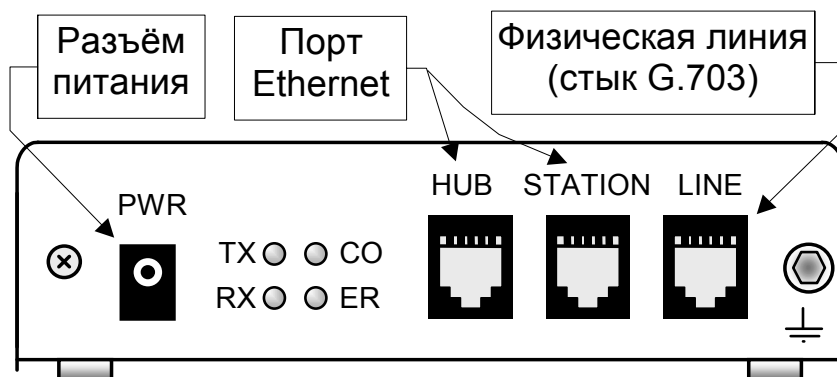

Рис. 5. Задняя панель модема
Внешний вид задней панели приведён на Рис. 5. На задней панели модема расположены индикаторы состояния Ethernet порта и разъёмы.
Расположение разъемов приведено на Рис. 5. Назначение контактов разъемов физической линии (стыка G.703) см. Приложение 2 на стр.37, а контактов разъемов Ethernet порта – см. Приложение 3 на стр.37.
1. Подключить физическую линию (стык G.703) к розетке RJ-45, расположенной на задней стенке модема (см.Рис. 5).